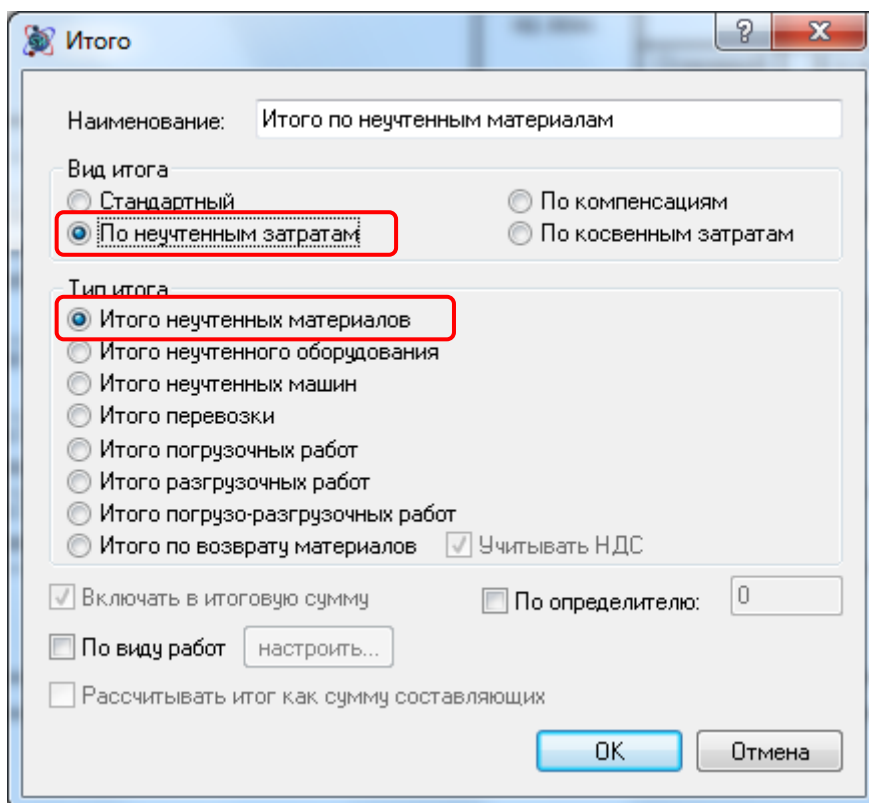

Рис. 3.18 Диалоговое окно Настройки итога
4. В открывшемся диалогом окне *Настройки итога* (рис. 3.18) установить следующие параметры: